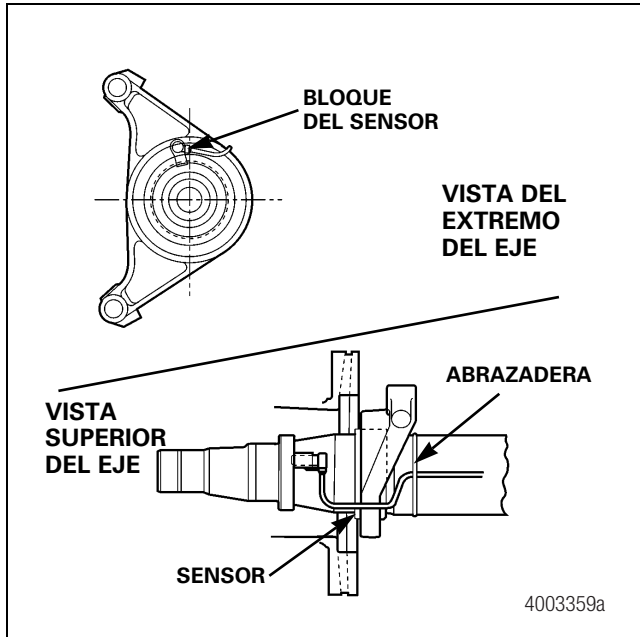

Figura 13.14
4. Encamine de la manera siguiente los cables del ABS en ejes equipados con frenos de disco. El sensor debe quedar completamente separado del rotor de freno de disco; de otro modo sufrirá daños. Figura 13.14.